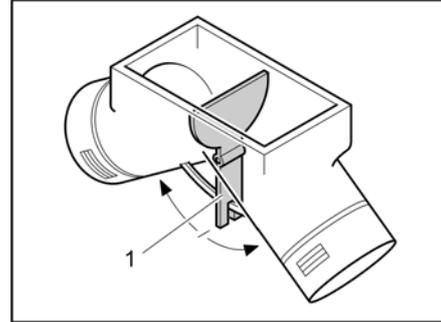

Bild 112 Umluftgebläse, Einstellklappe in Mittelstellung
In Mittelstellung verteilt sich die Warmluft gleichmäßig auf die beiden Warmluftausgänge. Der Bedienelement (Bild 112,1) für die Einstellklappe ist unter der Bodenklappe im Kleiderschrank eingebaut.
- Bedienelement (Bild 112,1) in Pfeilrichtung schieben, bis gewünschte Position erreicht ist.